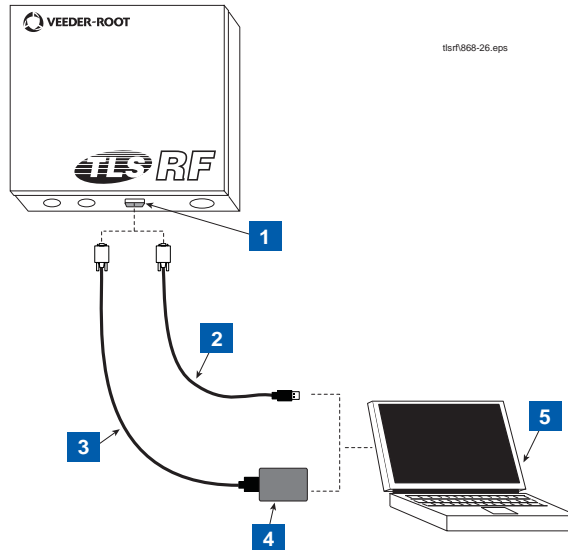

Abbildung 26. Anschlussbeispiele für Laptop an die TLS RF Konsole
1. Verbinden Sie Ihren Laptop mit der seriellen RS-232 Schnittstelle des TLS RF (siehe Abbildung 26).
LEGENDE FÜR NUMMERIERTE KÄSTCHEN IN ABBILDUNG 26